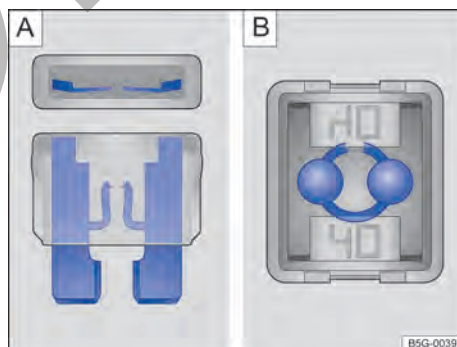

Fig. 213 Fusible quemado: A) fusible plano, B) fusible de bloqueo.
- Un *fusible plano* (ATO®, MINI®) quemado es reconocido desde arriba o desde el costado por la carcasa transparente en las bandas metálicas derretidas → fig. 213 **A**.
- Un *fusible de bloqueo* (JCASE®) quemado es reconocido por las bandas metálicas derretidas desde arriba de la carcasa transparente → fig. 213 **B**.